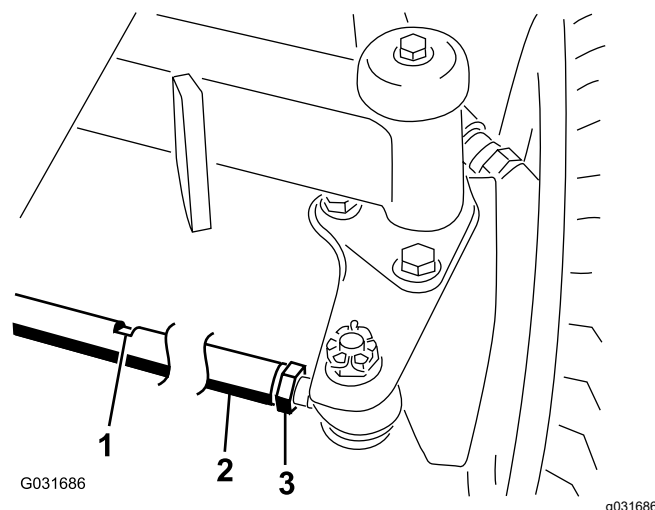

Рисунок 50
2. Ослабьте зажимную гайку с каждой стороны стяжной тяги (Рисунок 50).